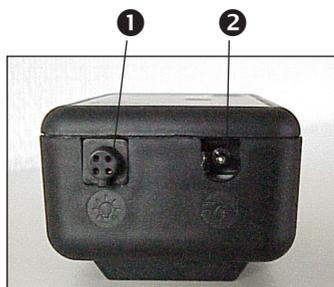

Fig. 6.
- Connecter la prise ronde du chargeur avec la prise (❷, Fig. 6) de la batterie LED.